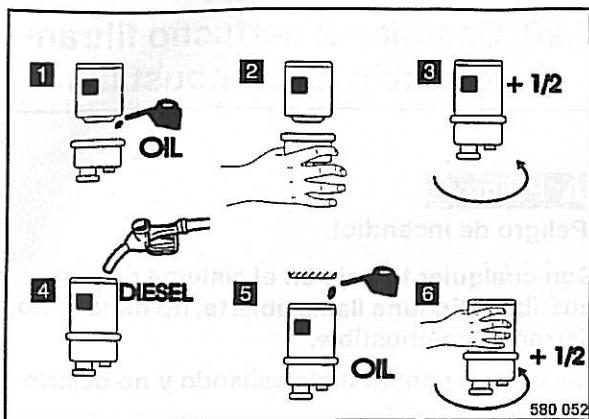

Fig. 91
- Untar la junta de goma del separador de agua 1 (Fig. 91) ligeramente con aceite.
- Enroscar el separador de agua con la mano (2) hasta la junta hace contacto.
- Apretar el separador de agua con otra media vuelta más (3).
- Llenar el nuevo cartucho filtrante con combustible diesel limpio (4)
- Untar la junta de goma del elemento filtrante (5) ligeramente con aceite y enroscarlo con la mano hasta la junta hace contacto.
- Apretar el elemento filtrante con otra media vuelta más (6).